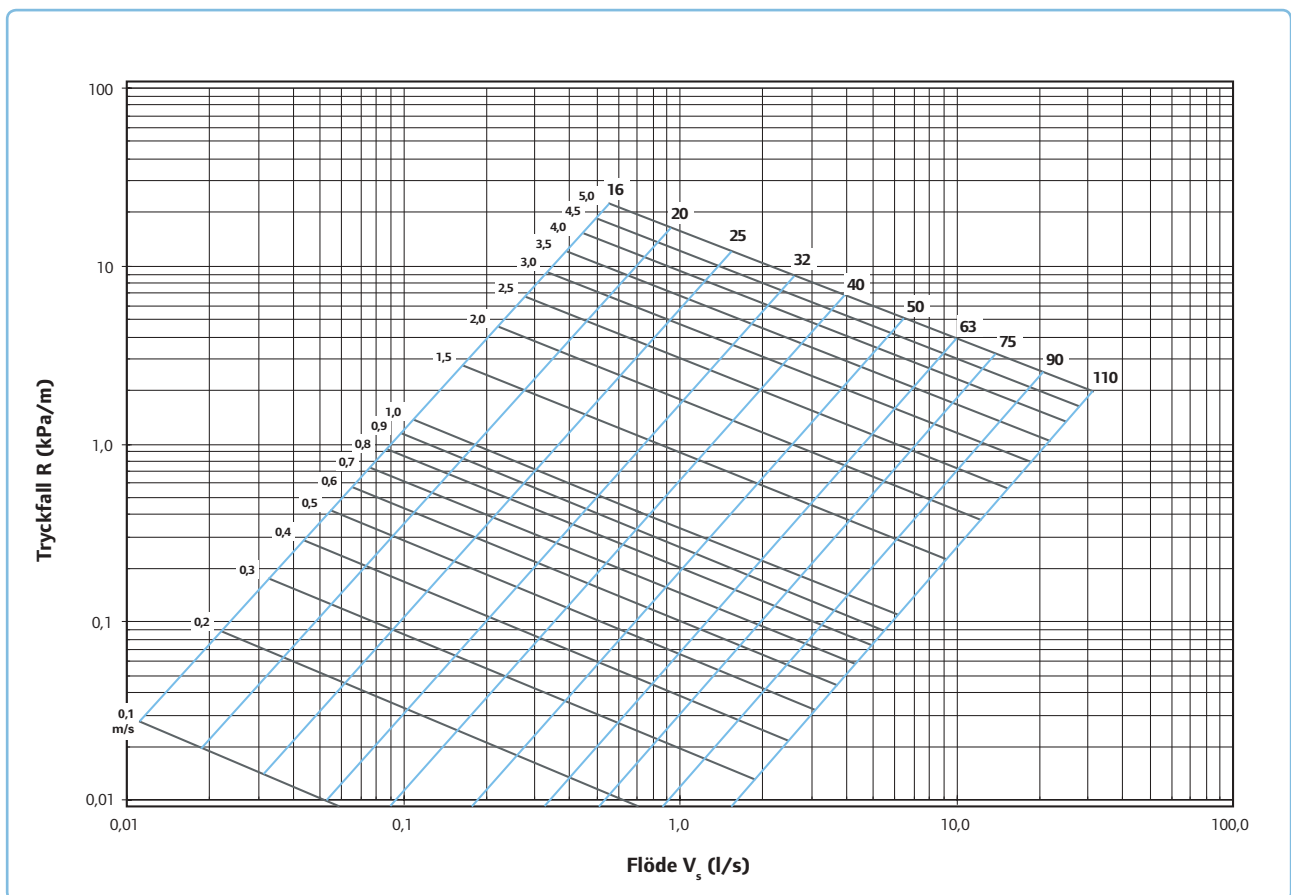

Bild 7.
12) och bild 7 (sid 13). Enligt tabell 3 bestäms sannolikt flöde ( $q$ ) på basis av summan av normflödena ( $Q$ ) och den största vattenarmaturens normflöde ( $q_1$ ). Det sannolika flödet är mindre än summan av normflödena eftersom sannolikheten för samtidig användning av flera vattenarmaturer har tagits med i beräkningen. I tabell 3 anges också flödeshastighet och tryckfall per meter för olika rördimensioner vid olika sannolika flöden. Tabell 2 (sid 11) visar en jämförelse mellan Unipiperör och kopparrör med avseende på flödeshastighet och tryckfall vid olika normalflöden.
Värmekretsarna och deras flöden bestäms på basis av beräknade effektbehov för uppvärmning och valda tilllopps- och returvattentemperaturer. Rördimensioner och olika kretsars tryckfall bestäms utgående från effektbehoven och flödena med hjälp av tabell 5 (se nedan) och bild 7 (sid 13). För beräkning av tryckfall i olika kopplingsdetaljer används koefficienterna för engångsmotstånd i tabell 4 (sid 13). Tabell 6 (se nedan) visar dimensionsjämförelser mellan Unipiperör och stålrör samt Unipiperör och kopparrör.
Kylkretsarna och deras vattenströmmar fastställs på basis av effektbehovet för kylning och valda tilllopps- och returvattentemperaturer. Rördimensioner och tryckfall i kretsarna bestäms utgående från vattenströmmarna och med hjälp av bild 7 (sid 13). För beräkning av tryckfall i olika kopplingsdetaljer används koefficienterna för engångsmotstånd i tabell 4 (sid 13). Vid dimensioneringen skall hänsyn tas till inverkan av vätskeblandningens viskositet. Kontakta Uponor Wirsbo för närmare information.